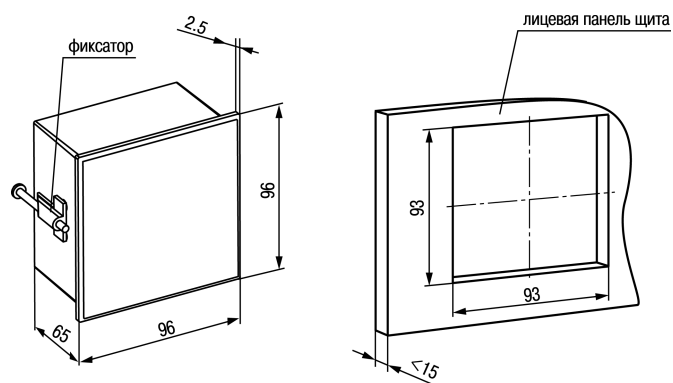

Рисунок 4.4 – Габаритные размеры корпуса Щ1
1. Подготовить на щите управления монтажный вырез для установки прибора (см. рисунок 4.4).